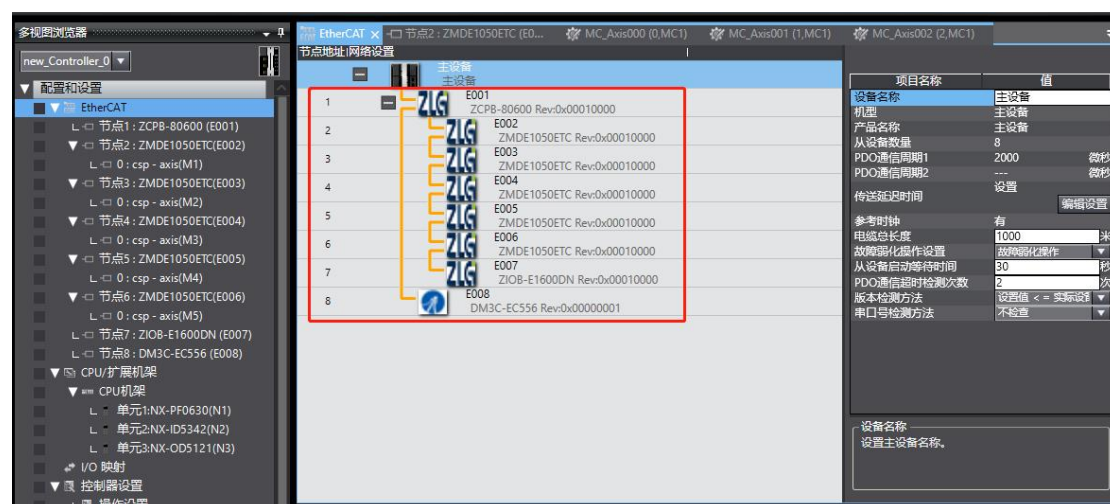

图 4.3 添加站点信息
(3) 配置 EtherCAT 网络。回到上一步 EtherCAT 配置界面，可以通过右侧工具箱搜索对应的从站信息，在“主设备”添加 1 个“ZCPB-80600”耦合器站点，在耦合器的“X2”端口添加 5 个“ZMDE1050ETC”站点，“Port C”端口添加 1 个“DM3C-EC556”站点。对于 ZLG 步进驱动器，电机操作模式默认为 CSP 模式，如需修改则在对应站点的配置界面点击“编辑模块配置”，选择对应模块进行配置（本测试用例无需修改）。站点信息添加完成后如下图 4.3 所示。